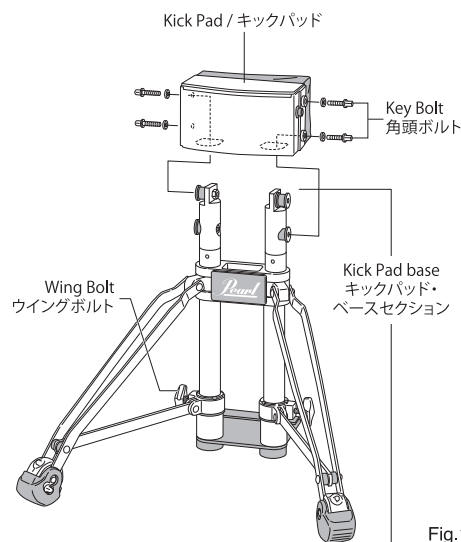

Fig.16
- Open the legs of the Kick Pad base to form a stable stance and place the Kick Pad onto the two base post. Attach the Kick Pad to the Rubber Suspension holders using the four Key-Bolts provided (Fig.16).
キックパッド・ベースセクションのウイングボルトを緩め、倒れない程度の幅に広げウイングボルトを固定してください。その後ドラムキーを使い、キックパッドをFig.16のように角頭ボルト4本で固定します。その際、締めすぎにご注意ください。